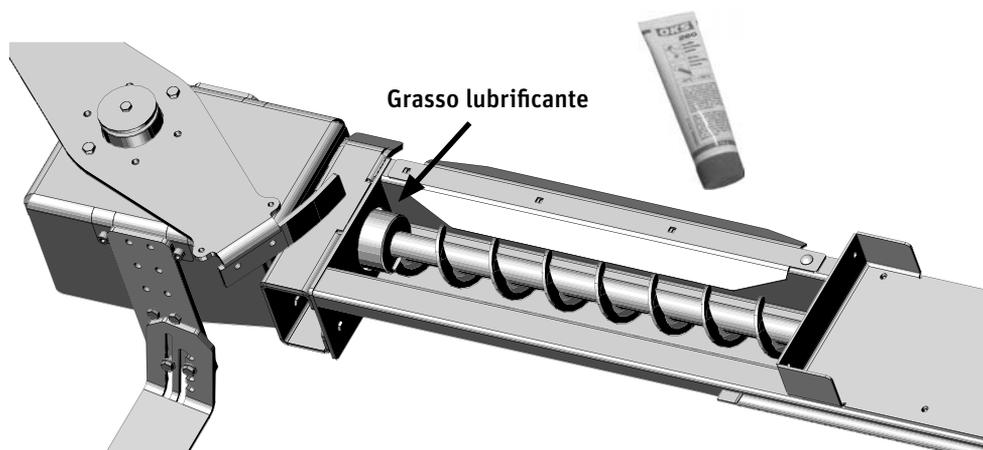

Fig. 127 Collegare la coclea all'ingranaggio dell'agitatore
- Introdurre la coclea nel pozzetto di prelievo e collegarla all'ingranaggio dell'agitatore – Fig. 127.